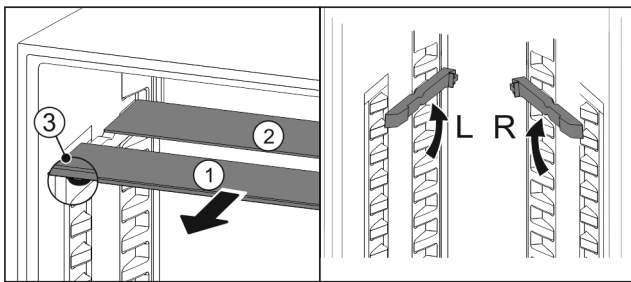

Fig. 94
- ▶ Sortir les tablettes par l'avant Fig. 94 (1).
- ▶ La tablette en verre Fig. 94 (1) avec bordure décorative est située à l'avant.
- ▶ Les butées Fig. 94 (3) sont orientées vers le bas.